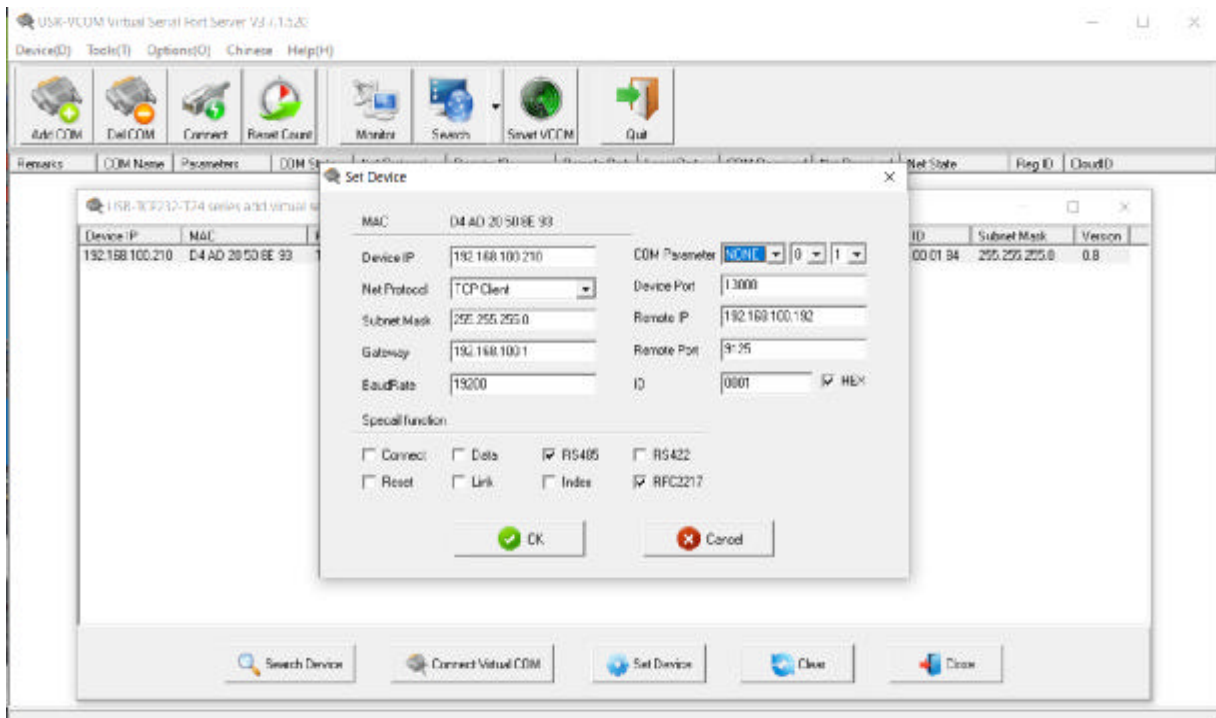

Рис. 2.3. Окно сервисной программы USR-VCOM.
3. Входы TCP/IP требуют дополнительной настройки (установка IP-адресов и портов, назначение Server/Client и др.) в соответствии с требованиями интерфейса подключаемого оборудования. Настройка производится через разъем RJ-45 канала с помощью сервисной программы USR-VCOM (поставляемой в комплекте ПО «Думка 7») – рис. 2.3.